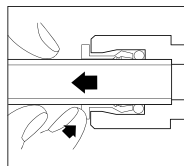

Fig.3
- ▶ Pentru demontare împingeți manșonul de strângere și extrageți țeava (Fig. 3).